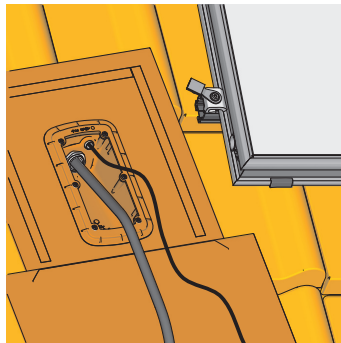

Bild 3-30 Arbeitsschritt 8
8. Vorlauf- (oben am Kollektor Ø 15 mm) sowie Rücklaufleitung (unten am Kollektor Ø 18 mm) durch die M32-Verschraubung der jeweiligen Dachdurchführung ziehen. Danach den Potentialausgleich bzw. das Kollektortemperaturfühlerkabel von innen durch die jeweilige M16-Verschraubung schieben (Bild 3-30).